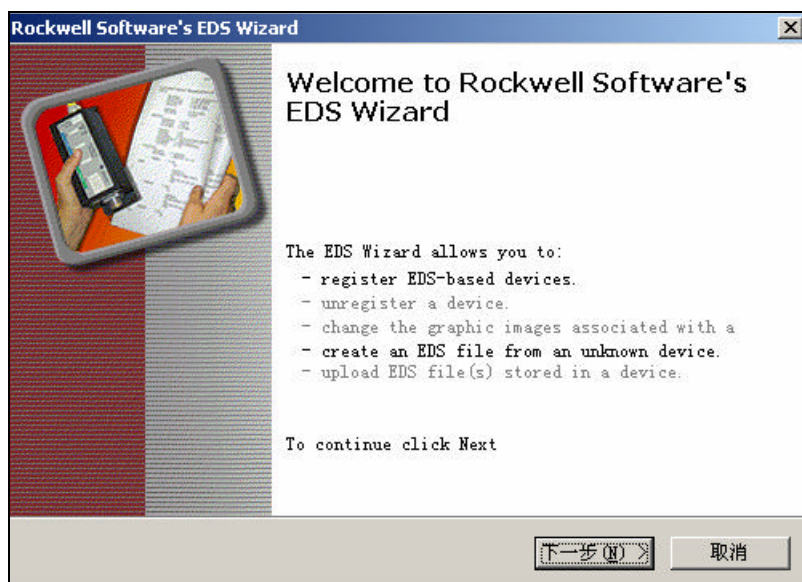

图 3-34 EDS 注册向导
14. 此时，EDS 向导会自动运行，帮助用户注册该设备，如图 3-34 所示。